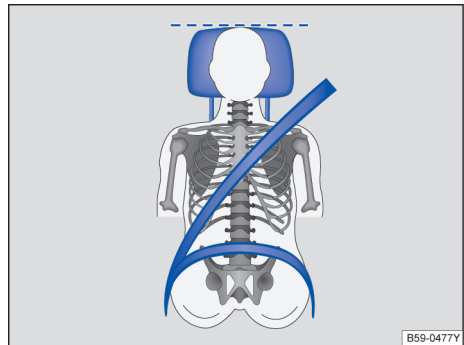

图 20 驾驶员头枕的正确位置
- 调节头枕，使头枕的上沿与您的头顶等高，不可低于眼睛，头部尽可能贴近头枕⇒图 20。